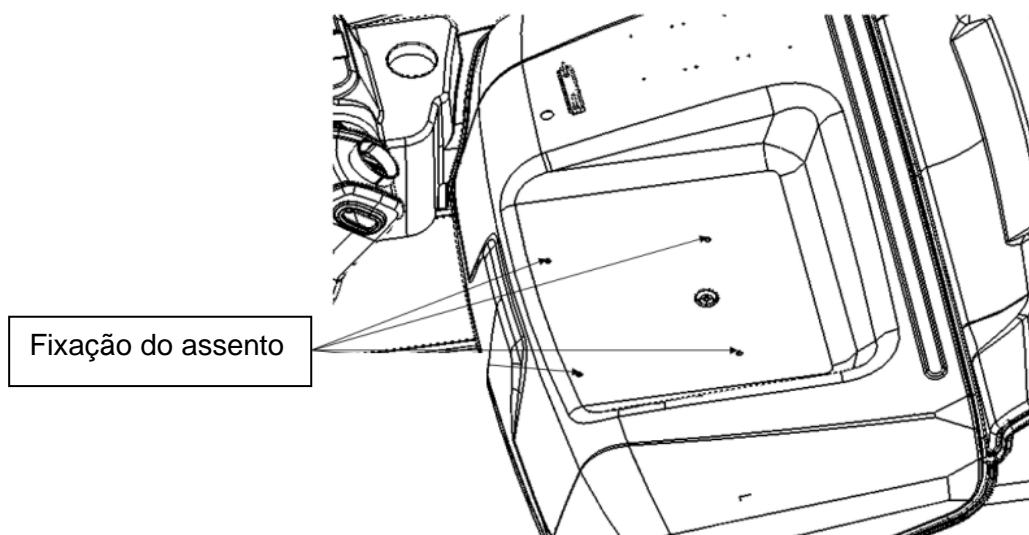

Figura 3.1.6
- (1) Remova a bateria conforme os passos mencionados em 1.4;
- (2) Desconecte o chicote do assento do lado interno da cabine para protegê-lo quanto a quebra ao remover o assento;
- (3) Remova as porcas de fixação do assento do lado superior da cabine, veja a figura 3.1.6 e, em seguida, remova o assento.